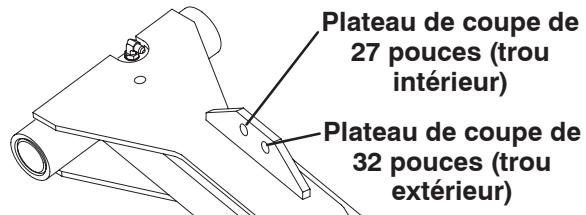

Figure 6
- Fixez l'autre extrémité de la chaîne au trou de l'ergot de fixation du bras de relevage à l'aide des axes de chape et des goupilles fendues. Utilisez le trou approprié dans le bras de relevage, comme illustré à la Figure 6.